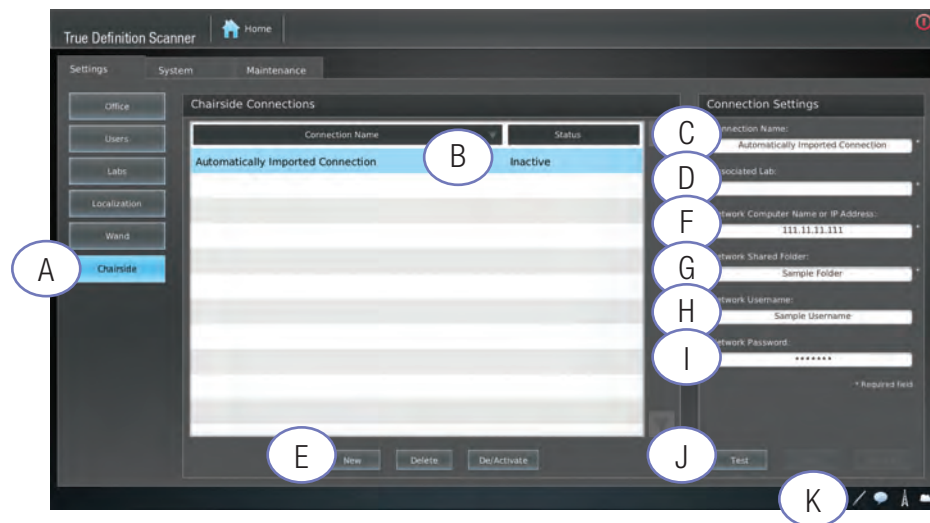

Figure 9. Paramètres — Écran au fauteuil — Connexion au fauteuil existante
1. Le **Nom de la connexion** est étiqueté comme Connexion automatiquement importée (voir Figure 9) (Légende B).
Légendes de la Figure 9